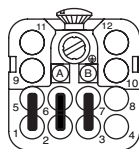

Bild 1
1. Leiter wie in Bild 1 dargestellt ablängen und abisolieren.